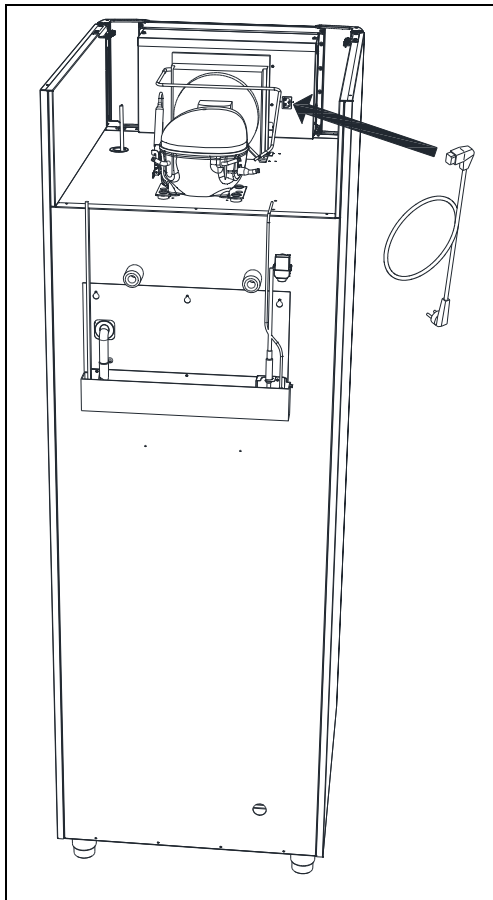

Fig. 5
-  Schließen Sie das Gerät nur an die auf dem Typenschild angegebene Netzspannung an. Bei Unklarheiten bezüglich des Anschlusses fragen Sie bitte Ihren Händler. Verwenden Sie hierzu nur die mitgelieferte Anschlussleitung 3x1mm² (Fig. 5).